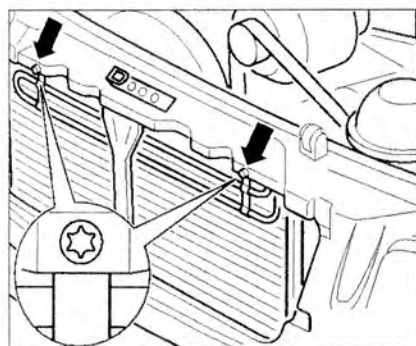

Рис. 3.3. Открутите болты (стрелки) и закрепите трубки рулевого механизма сбоку.
- 9. Открутите болты (стрелки) и закрепите трубки рулевого механизма сбоку (рис. 3.3).